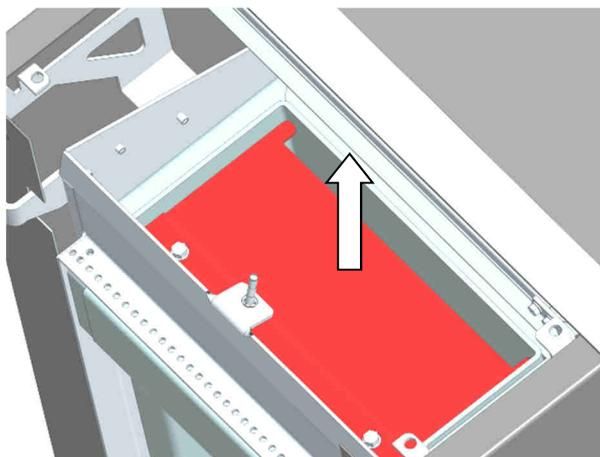

Fig. 73 : retrait du déflecteur supérieur
1. Ôter le déflecteur supérieur (voir Fig. 73)